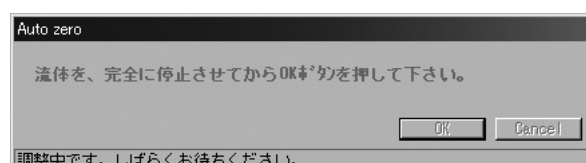

図71
- ④ ゼロ点調整は終了するまでに約30秒かかります。ゼロ点調整を行っている最中は図71のようなメッセージが表示されます。